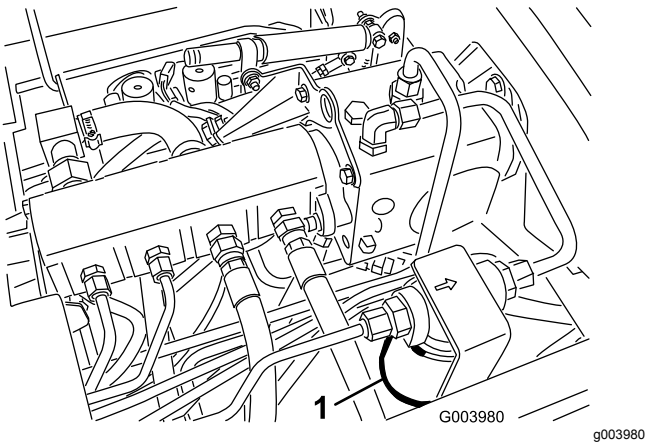
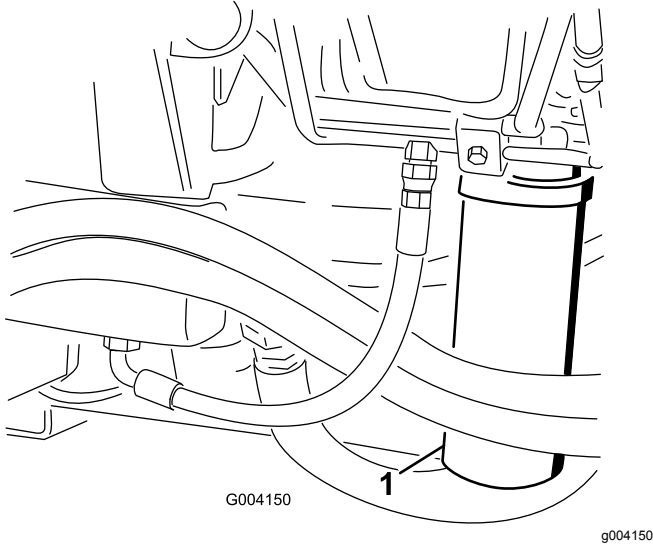

Figura 70
Figura 71
2. Limpie la zona alrededor de la zona de montaje del filtro y coloque un recipiente debajo del filtro (**Figura 70** y **Figura 71**).